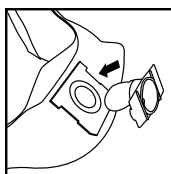

FIGURA 13
23. Coloque el deflector de entrada con la abertura mirando hacia el lado izquierdo o el lado derecho de la bolsa filtrante. Deslice el collar de la bolsa filtrante por encima del deflector de entrada, de manera tal que las muescas del collar de la bolsa coincidan con las lengüetas del deflector de entrada. La bolsa sólo encaja correctamente de una manera. **FIGURA 13.**